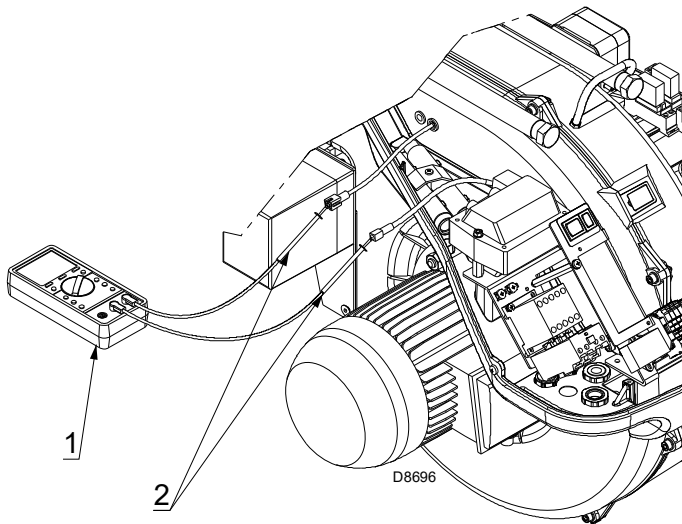

Fig. 35
Cependant, si on veut mesurer le courant d'ionisation il faut débrancher la fiche-prise (2)(Fig. 35), placée sur le câble de la sonde d'ionisation, et insérer un microampèremètre (1)(Fig. 35) pour un courant continu de 100 μA en fin d'échelle.